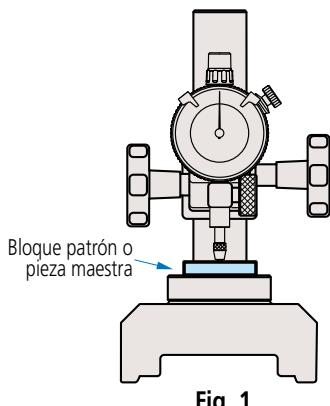

Fig. 1
7. Para el ajuste del punto cero del medidor, se recomienda utilizar un bloque patrón o una pieza de trabajo maestra. (**Fig. 1**)